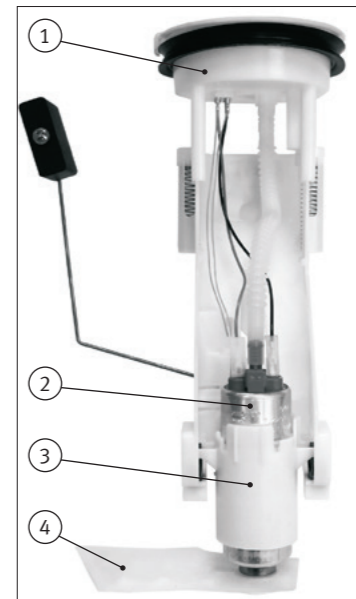
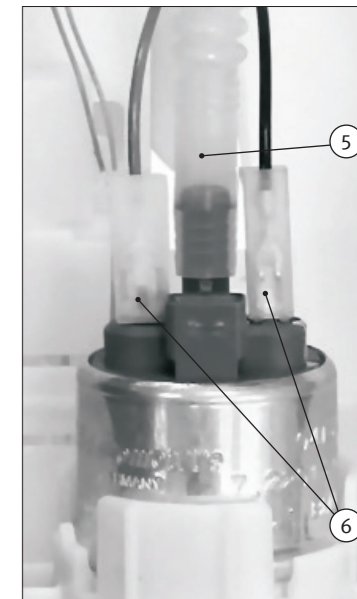
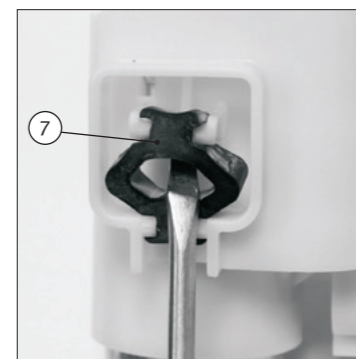
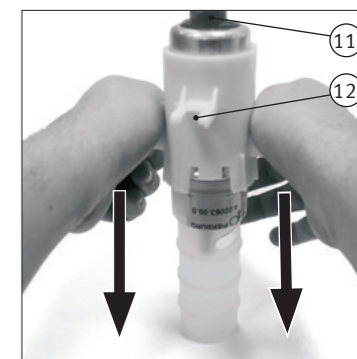

Abb. 1/ Fig. 1/ Puc. 1/ 图1
Abb. 2/ Fig. 2/ Puc. 2/ 图2
Abb. 3/ Fig. 3/ Puc. 3/ 图3
Abb. 8/ Fig. 8/ Puc. 8/ 图8
- 燃油泵 (2) 位于供油单元 (1) 内的支架 (3) 中 (参见图 1)。
- 小心地拔下泵入口处的吸气过滤器 (4)。清洁吸气过滤器，并置于一侧以备稍后安装。
- 拔下燃油泵的电气接头 (6) (参见图 2)。
- 打开软管夹并拔下软管 (5)。同时不要损坏燃油软管。
- 使用螺丝刀小心地旋出供油单元与支架之间的三个橡胶缓冲块 (7) (参见图 3)。
- 将泵 (2) 连同支架 (3) 从供油单元 (1) 中拉出。
- 现在须用工具将泵插入支架内，直至三角标记 (10) 恰好指向泵壳体的凸起 (9) 处。如无任何凸起 (9)，则偏心安装的进气管接头 (11) 须朝向支架中间臂 (12)。
- 用工具将泵牢固地压入支架中 (参见图 8)。
- 将预装的新泵 (2) 连同支架 (3) 一同装入供油单元。
- 将三个橡胶缓冲块 (7) 重新压入支架和供油单元上的定位件内 (参见图 3)。
- 将燃油软管 (5) 插装到软管接头上并用软管夹/卡箍锁紧。同时不要损坏燃油软管。
- 连接电气接头 (6)。电气接头均具有反向极性保护。
- 重新安装吸气过滤器 (4)。吸气过滤器必须与油箱传感器朝向相同 (参见图 1)。